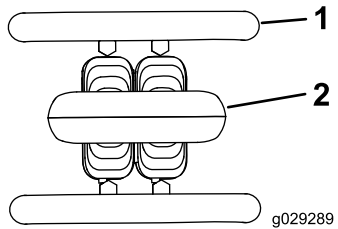

Bild 6
- Lassen Sie zum Anhalten den Fahrertriebshebel los (**Bild 6**).